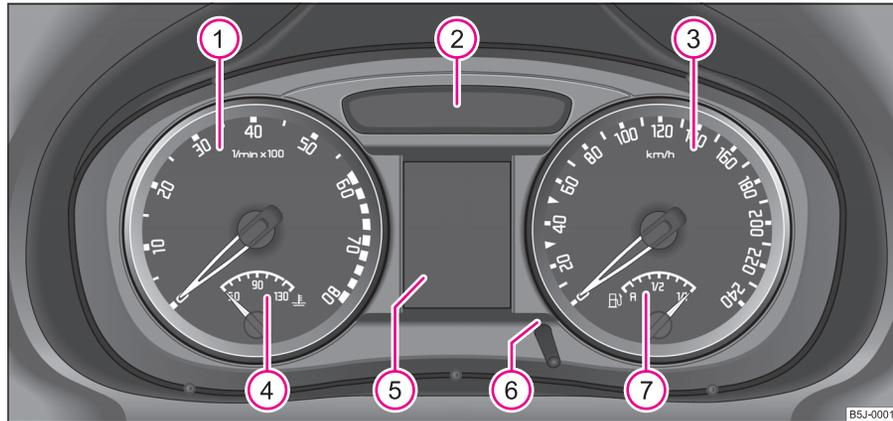

Abb. 2 Kombiinstrument
Der Beginn des roten Bereiches im Drehzahlmesser ① ⇒ Abb. 2 kennzeichnet für alle Gänge die maximal zulässige Motordrehzahl des eingefahrenen und betriebswarmen Motors. Vor Erreichen dieses Bereiches sollten Sie in den nächst höheren Gang schalten bzw. die Wählhebelstellung **D** des automatischen Getriebes wählen.
Die Kühlmitteltemperaturanzeige ④ ⇒ Seite 9, Abb. 2 arbeitet nur bei eingeschalteter Zündung.
Die Kraftstoffvorratsanzeige ⑦ ⇒ Seite 9, Abb. 2 arbeitet nur bei eingeschalteter Zündung.
Durch kurzes Drücken des Rückstellknopfs **6** ⇒ Seite 9, Abb. 2 können Sie zwischen dem Tages- und Gesamtzähler der zurückgelegten Fahrstrecke umschalten. Zum Erkennen, welcher Zähler für zurückgelegte Fahrstrecke auf dem Display gerade angezeigt wird, erscheint über dem Tageszähler **trip** ⇒ Abb. 3.
Zum Einstellen der Uhrzeit ist links unten neben dem Geschwindigkeitsmesser ein Rückstellknopf angebracht ⇒ Seite 9, Abb. 2.